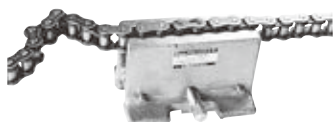

図8.チェーンバイスにチェーンをセット
①Sローラ形（A、SA、EP、GNK1アタッチメント付）アタッチメント側を上側にして、チェーンバイスの溝に分解する箇所のローラを通し、チェーンバイスの口金で軽く締付けます（図8、9）。